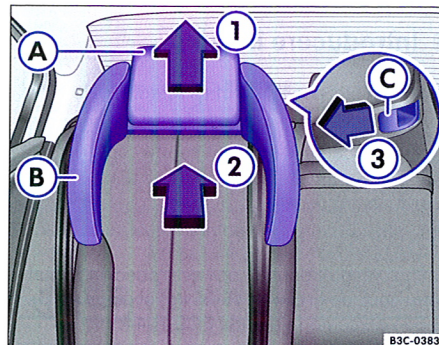

Fig. 82 Scaun integrat pentru copii: montarea tetierelor laterale.
- Împingeți tetiera $\Rightarrow$ **fig. 82 A** în sus **1**.
- Împingeți elementul de deblocare $\Rightarrow$ **fig. 82 C** în sensul săgeții **3**, pentru a putea demonta tetiera laterală.